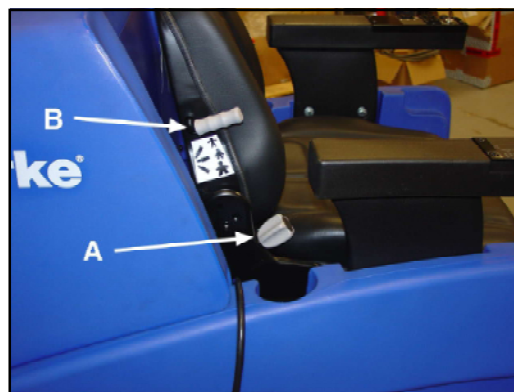

Figure 20
2. Pour régler l'angle du dossier du siège, tournez la manette située au milieu du côté droit du siège. En tournant la manette dans le sens horaire, le dossier sera davantage ramené à la verticale. En tournant la manette dans le sens contraire, le dossier sera davantage incliné. Voir la figure 20, A.
3. Pour régler la suspension du siège et améliorer le confort de l'opérateur, utilisez la manette sur le côté du dossier du siège. Cette manette propose trois positions. La position supérieure est destinée aux opérateurs de faible poids. La position centrale est destinée aux opérateurs de poids moyen. La position inférieure est destinée aux opérateurs lourds. Voir la figure 20, B. **REMARQUE : Appuyez fermement sur la manette pour la changer de position.**